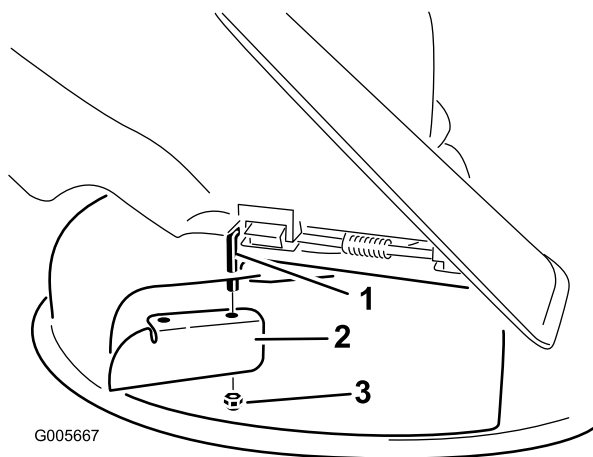

Figure 29
- Montez le déflecteur d'ouverture sur la tige de pivot exposée (Figure 29). Utilisez l'écrou mince existant (3/8") pour fixer le déflecteur au plateau de coupe.